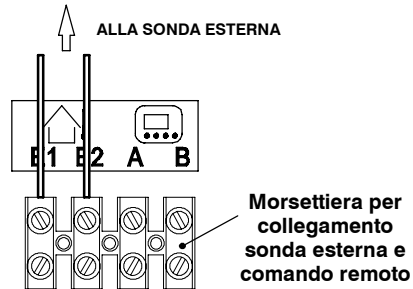

fig. 5.23
- Collegare ai morsetti **E1** e **E2** della morsettiera i due conduttori elettrici come indicato in fig. 5.23